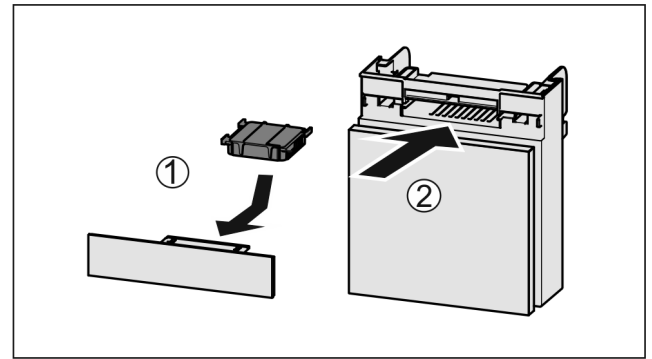

Fig. 153
- ▶ Aktivkohlefilter nach Abbildung einsetzen Fig. 153 (1).
- ▶ Fach einschieben Fig. 153 (2).